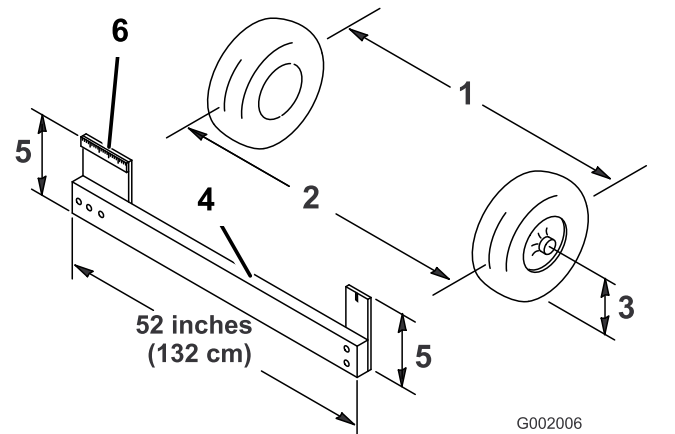

Figura 50
- Meça a distância entre os pneus dianteiros na altura do eixo na parte da frente e na parte de trás dos pneus dianteiros (Figura 50).
Nota: Você precisará de um dispositivo de fixação ou medidor de alinhamento para medir a parte de trás dos pneus dianteiros na altura do eixo. Use o mesmo dispositivo de fixação ou medidor de alinhamento para medir com precisão a parte da frente dos pneus dianteiros na altura do eixo (Figura 50).